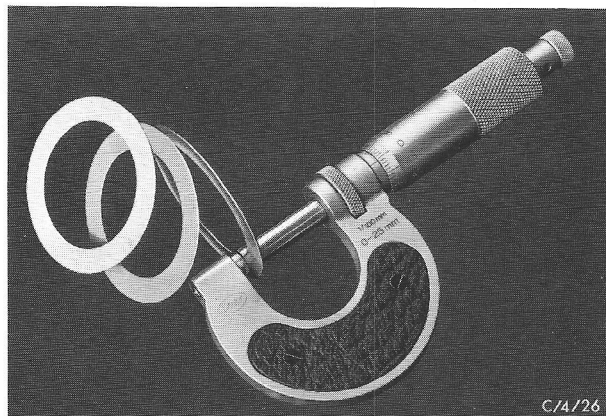

Fig.65 Kies shims van de juiste dikte.
52. Monteer shims van de juiste dikte (fig.65). Pers het conische rollager eerst op de voorzijde van het satellietenhuis (gebruik stempel 15-025).